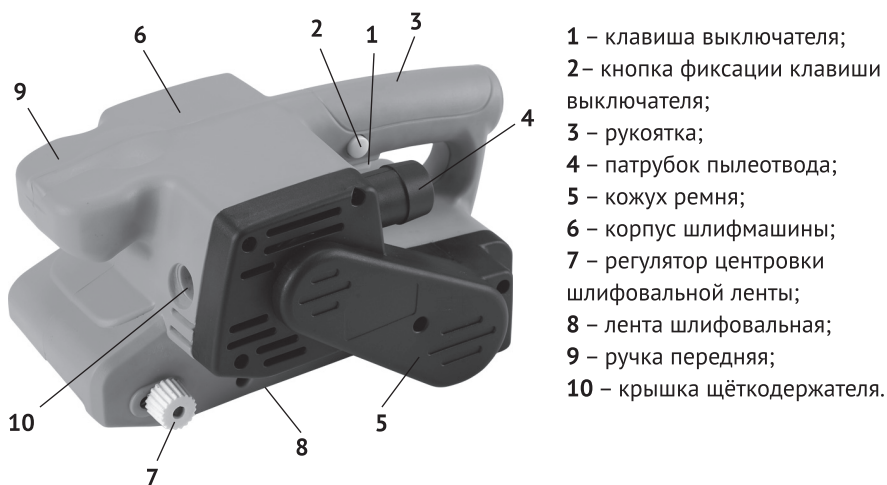

рис.1
Внешний вид шлифмашины представлен на рис.1
1.7 Механизм шлифмашины расположен в пластиковом корпусе (рис.1 поз.6), состоящем из двух половин. Крутящий момент с якоря электродвигателя, зубчатым ремнём передаётся на ведущий валик. Между ведущим и ведомым валиками движется абразивная шлифовальная лента (рис.1 поз.8) на тканевой основе – рабочий инструмент шлифмашины.
1.8 Клавиша выключателя (рис.1 поз.1) расположена в нижней части рукоятки.
Включение шлифмашины осуществляется нажатием на клавишу выключателя. Фиксация клавиши в рабочем положении, осуществляется кнопкой (рис.1 поз.2), расположенной слева на рукоятке. При повторном нажатии на клавишу,
1.9 Пылесборник, входящий в комплект поставки, устанавливается на патрубок пылеотвода (рис.1 поз.4) и предназначен для сбора шлама и пыли, образующейся в процессе шлифования. Поток воздуха из корпуса к патрубку обеспечивает специальная крыльчатка, с отдельным шестерёнчатый приводом.
- включите машину на холостом ходу и отцентрируйте регулятором (рис.1 поз.7) прямой ход ленты;
- при выключенном инструменте, установите пылесборник на патрубок пылеотвода (рис.1 поз.4);